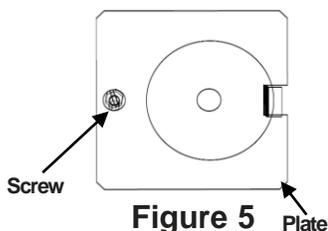

Figure 5
8. Slide the included tabbed plate over the 2" hole. Insert the included screw to secure in place. **See Fig. 5.**
8. **Deslice la placa con lengüetas incluida** sobre el orificio de 2 in. Inserte el tornillo incluido para asegurarlo en su lugar. **Consulte la Fig. 5.**